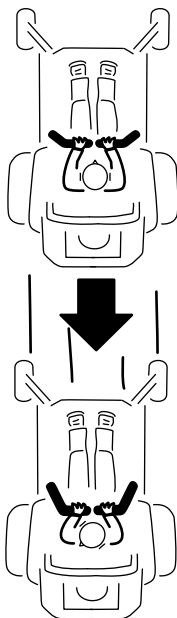

Bild 24
2. Ziehen Sie zum Rückwärtsfahren die Fahrtriebshebel langsam nach hinten (Bild 24).